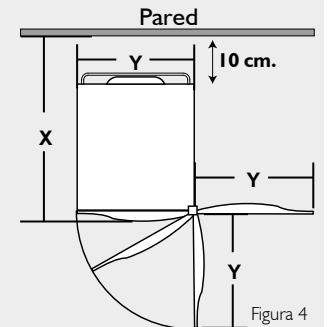

Figura 4
- Según la referencia del producto adquirido garantice las dimensiones de la tabla 1 que corresponden a la (Figura 4).
- Entre la pared y la parte posterior del refrigerador se recomienda dejar una separación de aproximadamente 10 cm con el propósito de permitir una correcta evacuación del calor que esta parrilla debe liberar (Figura 4).